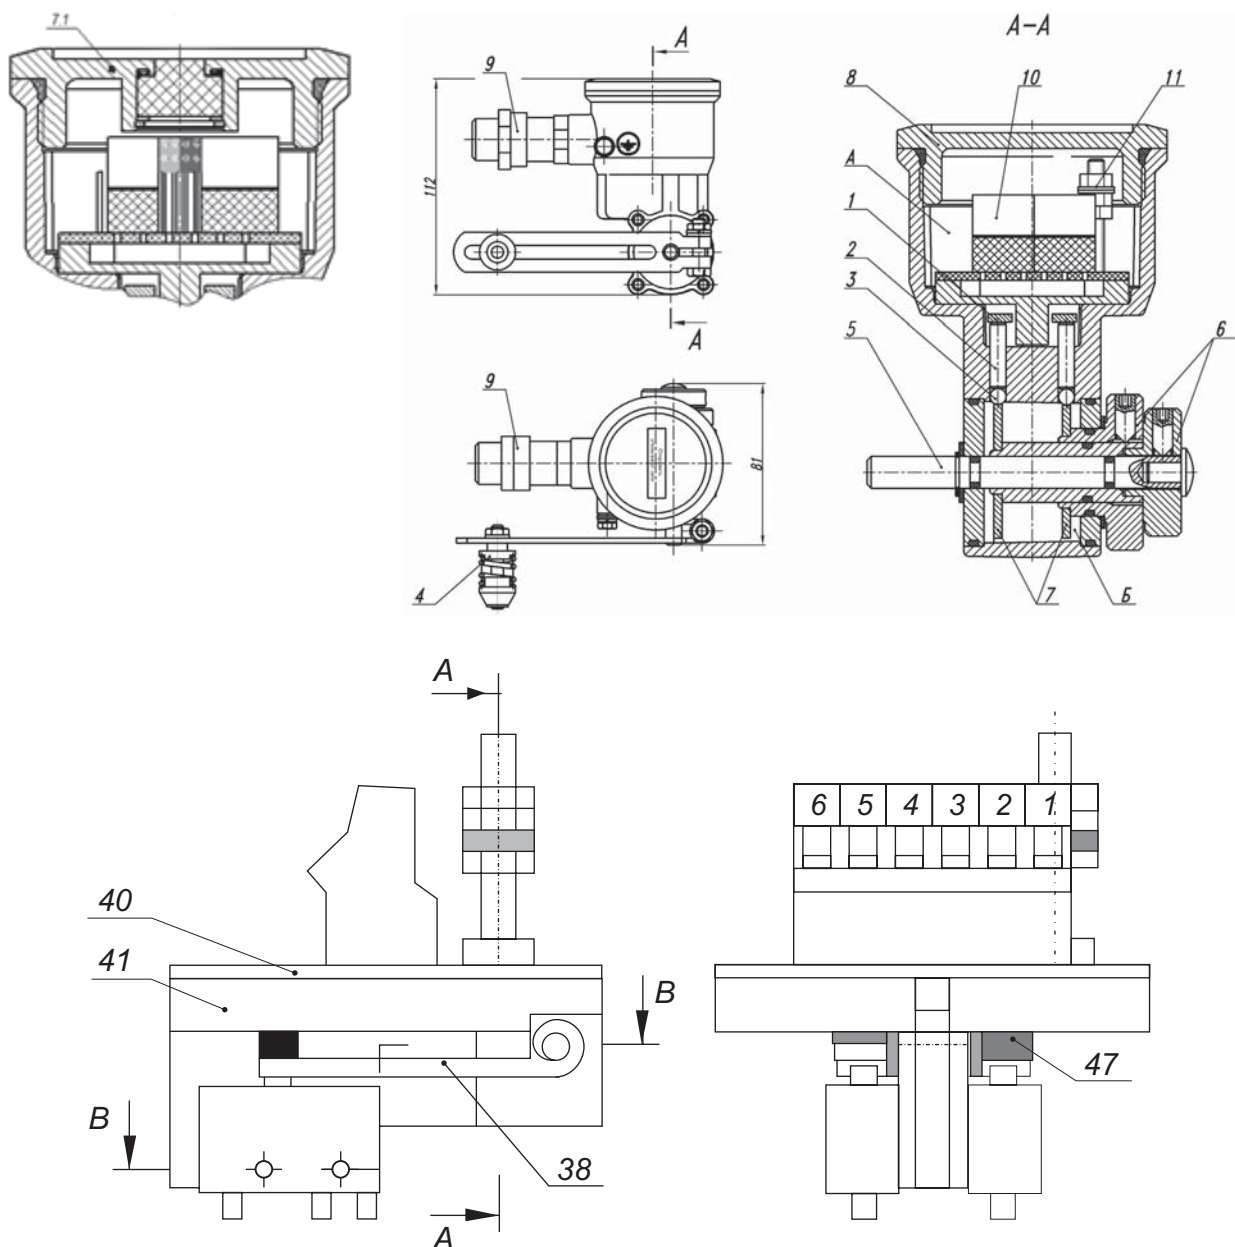

Рис.64 Конструкция и габаритные размеры КВД 610d, 610i
КВД представляет собой литой моноблок (рис. 64), разделенный на две зоны: электрическую и механическую. Принцип действия заключается в срабатывании микропереключателей или магниторезистивных датчиков под действием механизма, состоящего из подпружиненных рычагов (47, 38) с толкателями (22) шариков (36), на которые, в свою очередь, действует механическая часть КВД, связанная непосредственно со штоком исполнительного механизма. Связь осуществляется через рычаг (2), ось (10), регулировочные втулки (12, 14) и жестко закрепленные на втулках профильные кулачки (15, 16). Крышка (7) обеспечивает доступ к монтажу внешнего кабеля и фиксируется стопорным винтом.